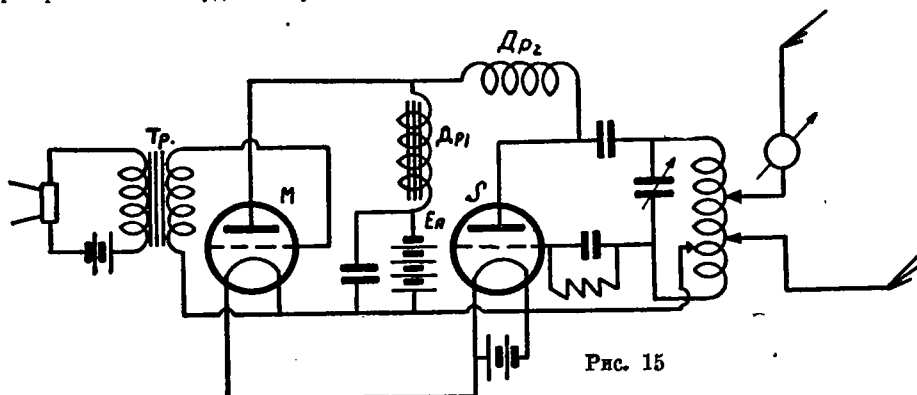

Рис. 15
2. Параллельное включение ламп (рис. 15). Схема может быть разбита на две части: левая часть—модулятор состоит из микрофона с трансформатором и модуляторной лампы, питаемой через дроссель батарей, и может рассматриваться как дроссельный усилитель низкой частоты. Правая часть схемы—это генератор с самовозбуждением. Анодная батарея шунтируется конденсатором большой емкости, порядка 2—4 мф. При разговоре изменяется напряжение на сетке модуляторной лампы и меняется величина ее анодного тока, который, проходя через дроссель, своими изменениями вызывает на зажимах его переменное напряжение. Это переменное напряжение, складываясь с напряжением батареи, периодически увеличивает и уменьшает его, почему на анод генераторной лампы подается уже не постоянное, а переменное напряжение, измененное в соответствии со звуковыми колебаниями, действующими на микрофон, вследствие чего ток в колебательном контуре и антенне также будет меняться. Дроссель Dr_2 преграждает путь колебаниям высокой частоты в левую часть схемы.